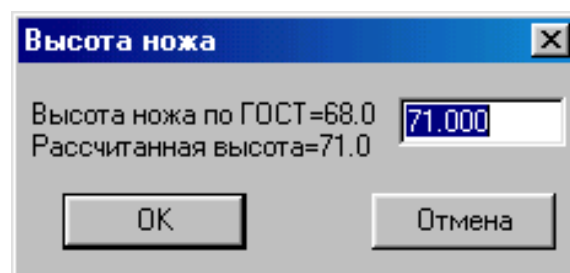
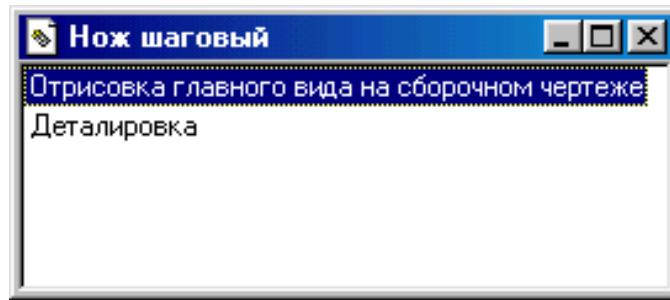
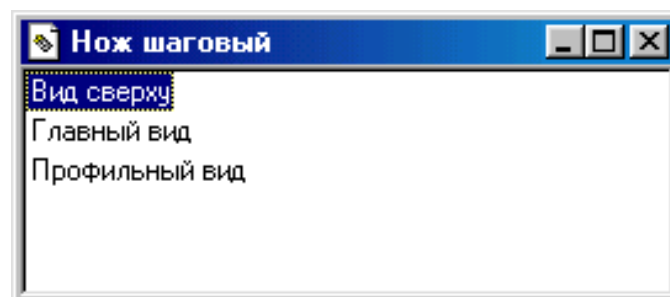

Рисунок 1.79 – Вікно вводу висоти ножа
Рисунок 1.80 – Командне меню проектування крокового ножа
Рисунок 1.82 – Меню деталювання крокового ножа
- уводиться висота ножа (рис. 1.79). На екрані з'являється командне меню "Ніж кроковий" (рис. 1.80);
– після активації команди “Деталювання” командного меню (рис. 1.80) автоматично створюється заготовка креслення крокового ножа і з’являється меню (рис. 1.82);
– після активації команди "Проектування систем у розрізі" (рис. 1.82) у вікні "Вибір системи" вибирається номер системи. При проектуванні систем у розрізі виконується креслення головних видів кріпильних елементів. Якщо система була спроектована в плані, її елементи відсвітлюються кольорами виділення. Вказується центр елемента, що розрізається, на плані. Фіксується фантом кріпильного елемента на кресленні. При необхідності параметри кріпильного елемента (діаметр, довжина) і вид промальовування елемента (повний профіль, ліва або права половини) можна відредагувати;